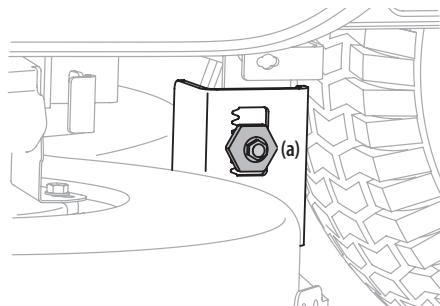

Figura 28
3. Debajo de los guardabarros traseros dentro de las ruedas, hay un perno de cabeza hexagonal de ajuste de elevación para cada lado de la plataforma. Consulte la Figura 28.
4. Afloje, pero NO extraiga, el perno de cabeza hexagonal (a) ubicado en el soporte de suspensión izquierdo de la plataforma. Consulte la Figura 28.
6. Una vez logrado el ajuste correcto, ajuste el perno de cabeza hexagonal (a) del soporte de suspensión izquierdo de la plataforma. Consulte la Figura 28.